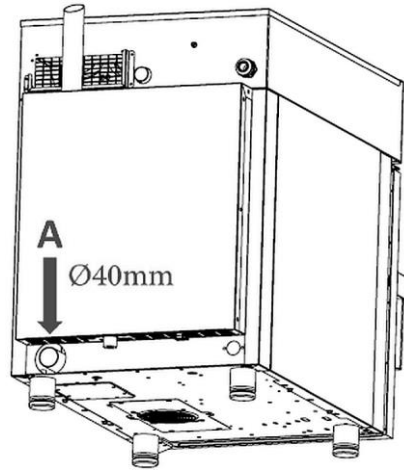

Fig. 5
- La prise (**A**, Fig. 5) est située à l'arrière de l'appareil et a un diamètre de 40 mm.